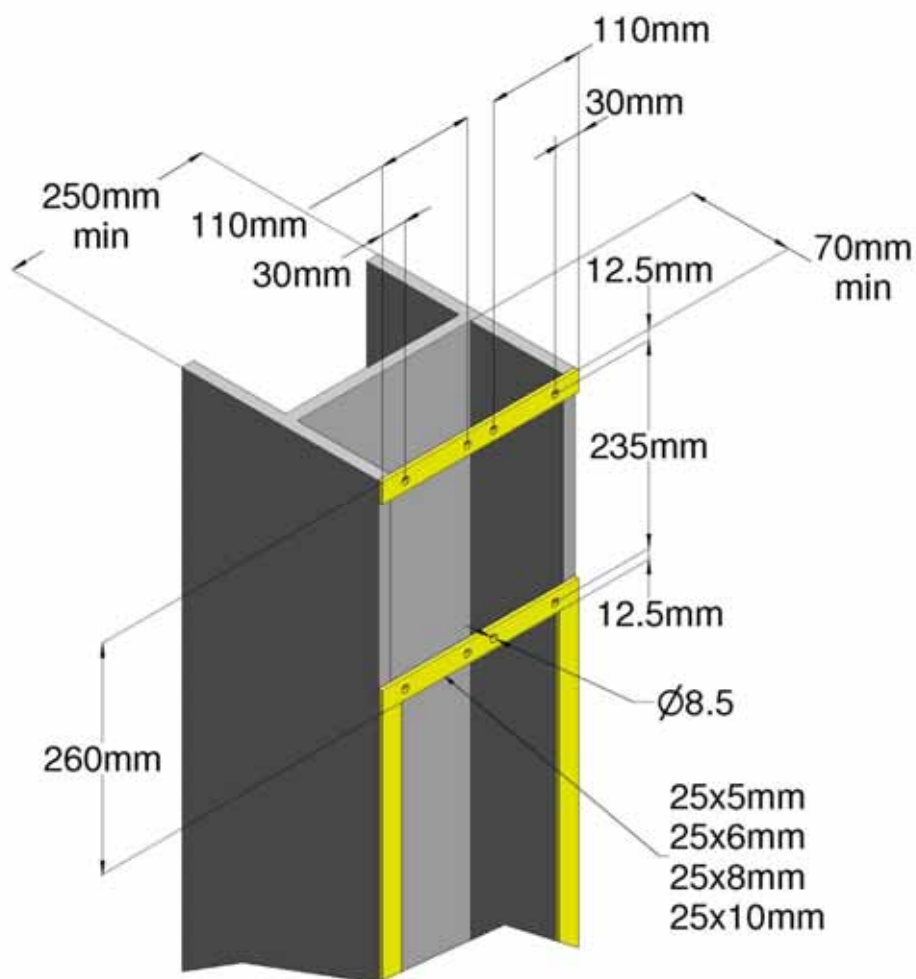

Abbildung 11
12. Antriebe sind ganz links und rechts angebracht: Details des mittleren Schienensystems werden in Abbildung 11 gezeigt. Die meisten Details des Schienensystems entsprechen denen im Bereich I. Besonders beachtet werden muss: